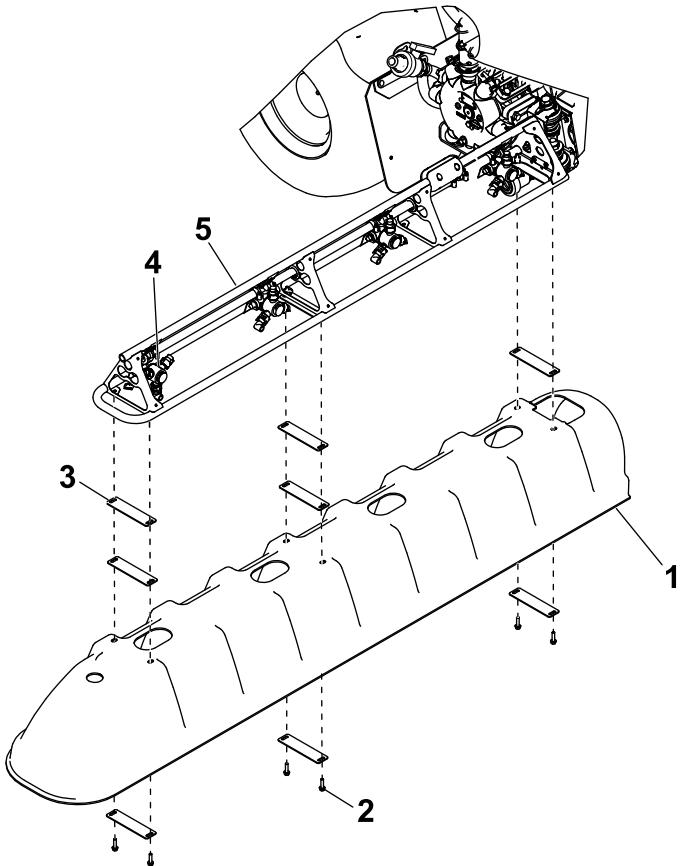

Рисунок 10
2. Установите один из кожухов боковой стрелы (Рисунок 10) с помощью 8 пластинчатых шайб, 6 болтов с шестигранными головками (5/16 x 1 1/4 дюйма) и 6 П-образных гаек.
Примечание: Вставьте дополнительные пластинчатые шайбы между кожухами наружных стрел и ферменными рамами секций наружных стрел, чтобы увеличить зазор между кожухами по месту. См. Рисунок 10.